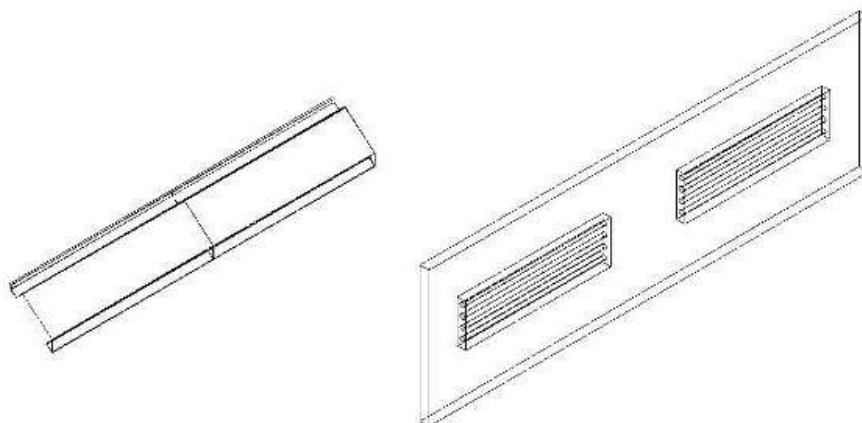

Рис. 1.4
- Подвесные лампы обеспечивают внутреннее освещение камеры (см. рис. 1.4). Лампы расположены под углом 45 °.